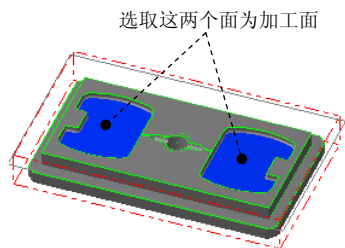
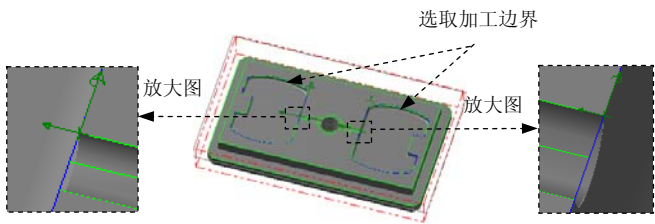

图 20.43 选取加工面
图 20.44 选取加工边界
Step2. 设置加工区域。在图形区中选取图 20.43 所示的两个曲面，然后按 Enter 键，系统弹出“刀具路径的曲面选取”对话框，在**边界范围**区域中单击  按钮，系统弹出“串连选项”对话框。在图形区中选取图 20.44 所示的边线，单击  按钮，系统返回至“刀具路径的曲面选取”对话框。单击  按钮，系统弹出“曲面精加工环绕等距”对话框。